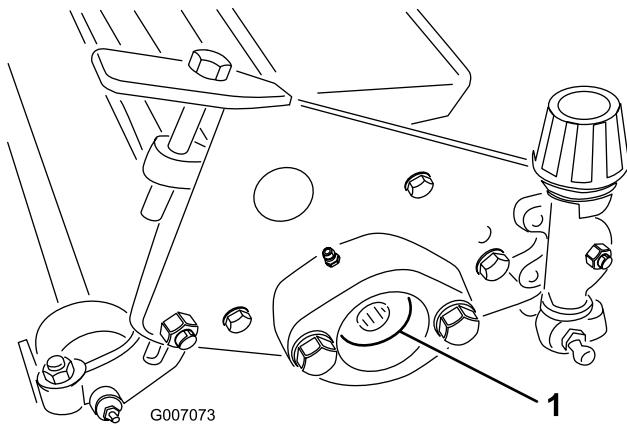

Figure 12
2. Nehmen Sie die zwei (2) Schrauben und Scheiben, mit denen das Gegengewicht am Ende des Vertikutiergerätes befestigt ist. Nehmen Sie das Gegengewicht ab.
3. Nehmen Sie die zwei (2) Schrauben, mit denen der Spindelmotor am anderen Ende des Vertikutiergerätes befestigt ist. Nehmen Sie den Spindelmotor ab.
4. Nehmen Sie die zwei (2) Kopfschrauben und Sicherungsscheiben ab, mit denen die Spindellagergehäuse an jedem Ende des Vertikutiergerätes befestigt sind (Figure 12).